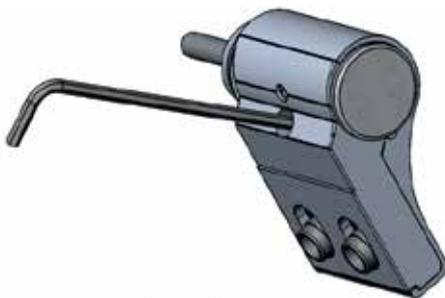

Рис. 8
5.1 Ослабить винты крепления имбусовым ключом 3 мм (Рис. 8 и 9).